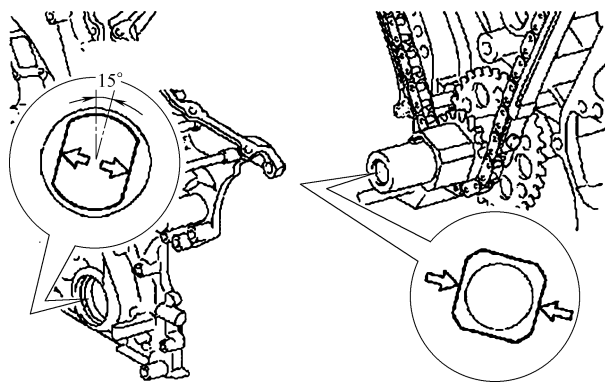

图 22-33 机油泵驱动转子上的键槽与曲轴正时齿轮上的矩形部分对齐
⑤ 按照图 22-33 所示, 把机油泵驱动转子上的键槽与曲轴正时齿轮上的矩形部分对齐, 将正时链罩安装到位。